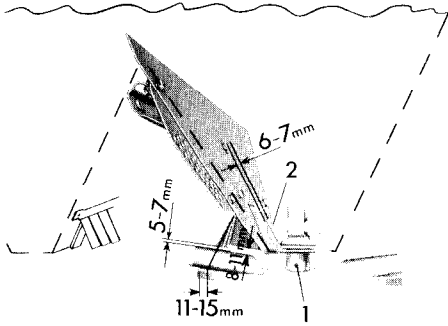

Fig. 8
a) Spannhülsen (Fig. 8/1) unterhalb des Vorratsbehälters herausschlagen. Rührköpfe abziehen und „rechts“ bzw. „links“ kennzeichnen. Sollte keine spezielle Abziehvorrichtung für die Rührköpfe vorhanden sein, empfiehlt es sich, mit einem Meißel je eine kräftige Kerbe in der Nähe der Spannhülsenbohrung und an der gegenüberliegenden Seite einzuschlagen, um so die Buchse des Rührkopfes zu weiten. Anschließend wird durch Eintreiben eines Meißels in den Spalt zwischen Unterkante des Rührkopfes und Oberkante der Streuscheibe der Rührkopf von der Hülse der Streuscheibe etwas abgeschoben. Ein zweiter Meißel oder dgl. wird nun als Hebel unter den ersten angesetzt, um das Abziehen des Rührkopfes zu erleichtern. **Auf keinen Fall darf versucht werden, durch Erwärmen mit der Schweißflamme das Abziehen der Rührköpfe bzw. der Streuscheiben zu erleichtern**, da in diesem Falle sich die Streuscheiben verziehen und das Getriebe beschädigt wird.
- b) Beim Einbau der neuen Rührköpfe ist unbedingt auf die Drehrichtung zu achten. Die Rührfinger sind mit einer besonders verschleißfesten Auftragsschweißung versehen, die stets, in Drehrichtung gesehen, vorne liegen muß. Der Rührfinger muß außerdem an der Dungeraustrittsöffnung einen Abstand von 6–7 mm haben (Fig. 8/2), und der Rührkopf darf nicht auf dem Trichterboden schleifen.
- f) Anschraubmaße der Tasche kontrollieren (siehe Fig. 8).